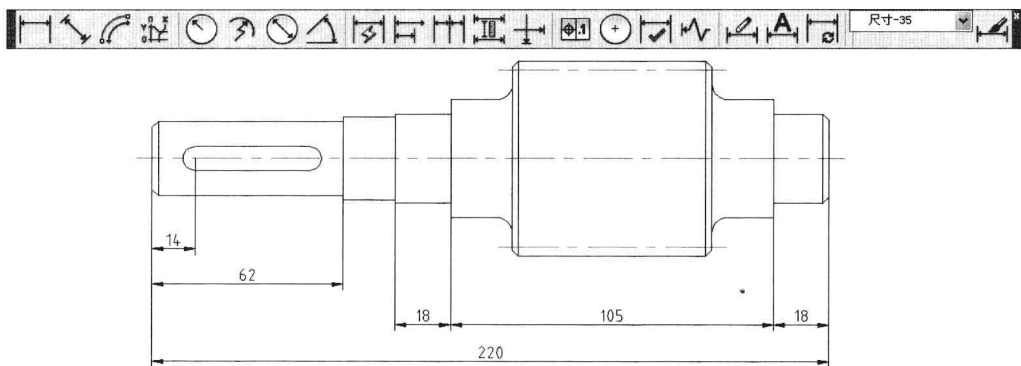

图 7-3-6
(14) 选择菜单命令“工具/工具栏/AutoCAD/标注”，显示“标注”工具栏，单击“编辑标注文字”按钮 ，单击标注对象“220”，拖动至新位置并单击，即可动态更新标注文字至任意位置，如图 7-3-6 所示。